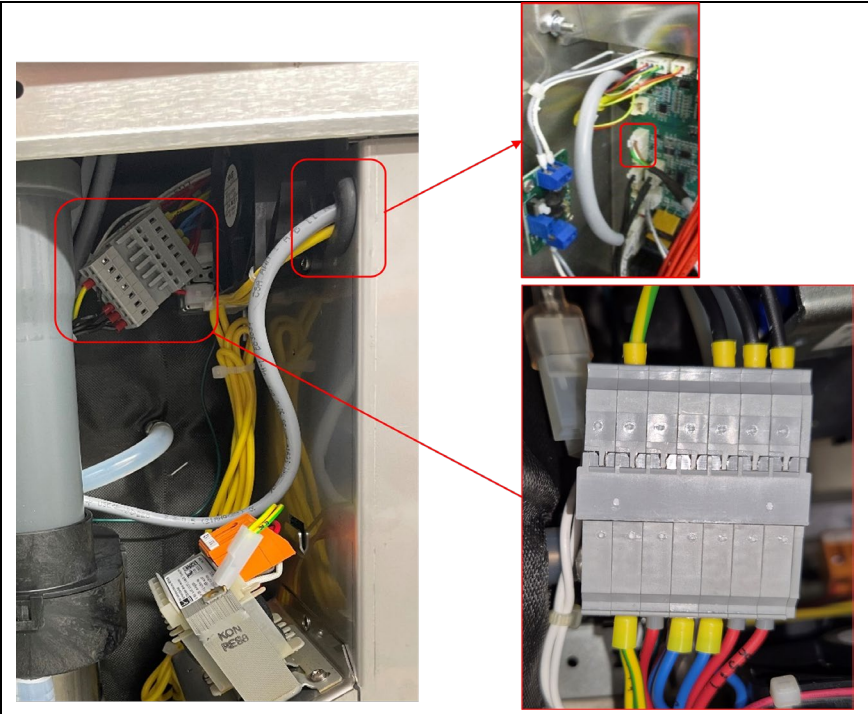

Abb. 9: Montage elektrischer Anschluss
5. Die elektrischen Anschlüsse der Haube werden durch die Kabelverschraubung ins Geräteinnere geführt. Das dünnere Kabel mit dem JST-Stecker wird zum I/O Board X3 geführt und dort angesteckt. Das dickere Kabel mit den 5 Adern, wird auf den 7-poligen Stecker gebracht. Die schwarze Isolierung der Adern sind beschriftet. Geklemmt wird es wie in der Tabelle beschrieben. (Abb. 9)